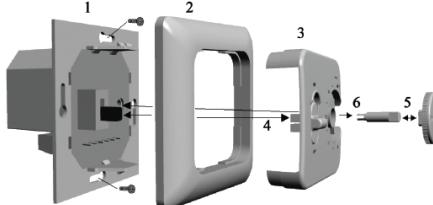

Рисунок 1.
- закрепить терморегулятор в монтажной коробке, для чего нужно снять лицевую рамку нажав на пластиковые защелки отверткой, поместить терморегулятор в монтажную коробку и закрутить монтажные винты. Затем надеть рамку. Переведите переключатель на плате и бегунок на лицевую панель в крайнее нижнее положение так чтобы их оси совпали, (см. рисунок 1). Вставьте лицевую панель регулятора в рамку до полного срабатывания крепежных защелок, подведя нижний край лицевой панели сначала под нижнюю защелку. Если ось кнопки на лицевой панели и ось переключателя на плате не совпали, не пытайтесь сильно давить, это может привести к поломке переключателя.
③